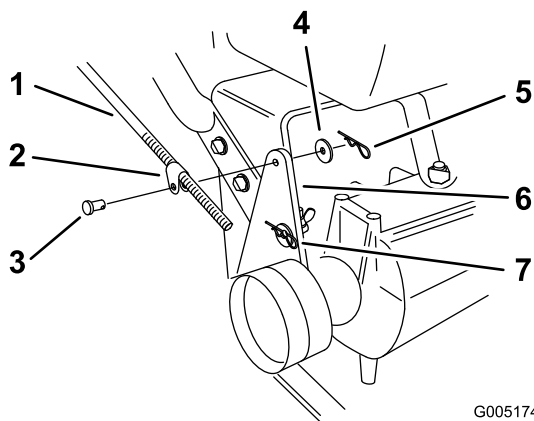

Figura 35
2. Verifique o funcionamento. Se for necessário um ajuste, retire o perno de gancho, anilha e passador de forquilha que prendem a união da barra de controlo ao suporte intermédio (Figura 35).